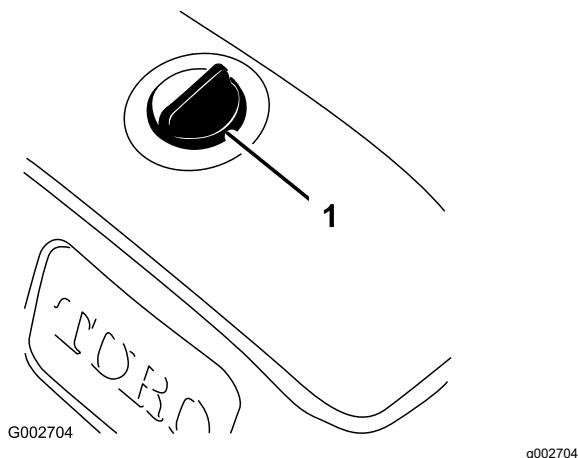

Figura 39
3. Pulite attorno al tappo del serbatoio idraulico per impedire l'ingresso di corpi estranei nel serbatoio (Figura 39).